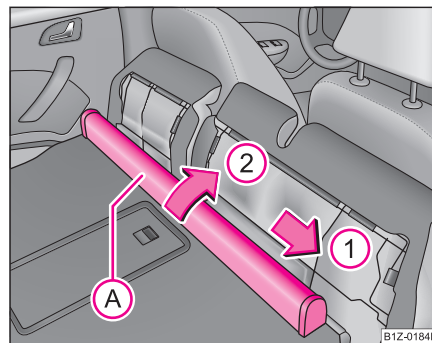

Fig. 89 Asientos traseros: Caja de la red divisoria
- Desplace la caja de la red divisoria (A) ⇒ fig. 89 en el sentido de la flecha (1) y sáquela del alojamiento del respaldo de asiento trasero en el sentido de la flecha (2).